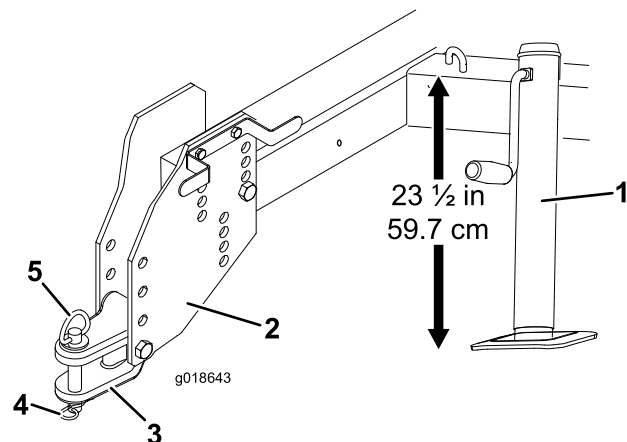

図 3
3. ジャッキを操作して、フレーム上部から床面までの高さが 59.7 cm になるように調整する 図 3。
- ヒッチトングをヒッチプレートに固定しているボルトとロックナット複数を外す 図 3。
6. ヒッチピンとリンチピンを使って、ヒッチトングをトラクションユニットのヒッチに接続する 図 3。